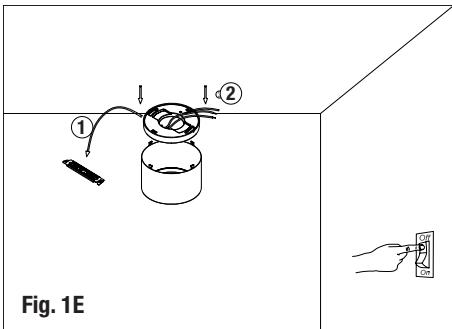

Fig. 1E
1. Remove the luminaire's mounting bracket and the cylinder's top cover, and place the luminaire horizontally inside of the Cylinder (Fig. 1E).
1. Retirez le support de fixation du luminaire et le couvercle supérieur du cylindre, puis placez le luminaire à l'horizontale à l'intérieur du cylindre (Fig. 1E).